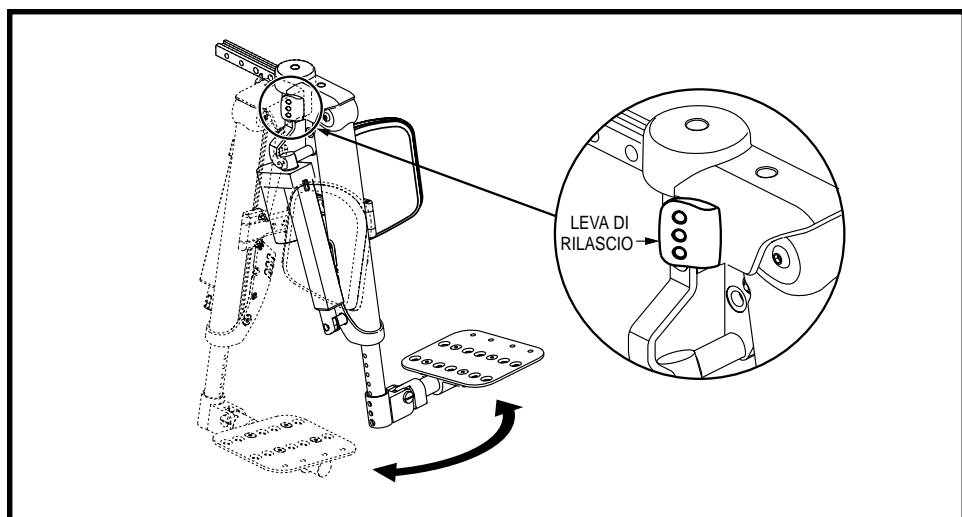

Figura 24. L'opzione poggiatesta articolati elettrici pieghevoli
1. Spingere la leva di rilascio verso l'interno. Vedere figura 24.